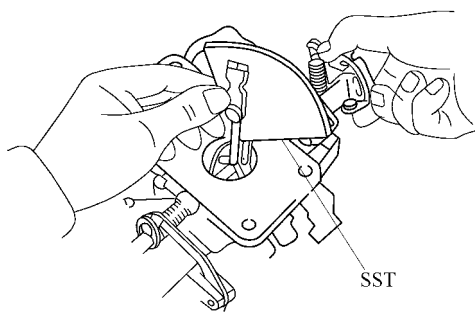

图 2-18 检查主腔节气门的开启角度
1) 在主腔节气门的触杆刚碰到副腔节气门触杆时，检查主腔节气门的开启角度，如图 2-18 所示。